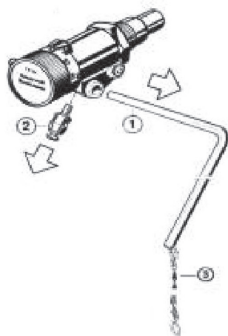

Рис.4
Рис. 4, установка: снимите рычаг (1) и соединитель (2). Вкрутите регулятор в котел в вертикальном положении. Установите рычаг (1) в обратной последовательности, закрепите винтом соединитель (2) и отрегулируйте цепь (3).